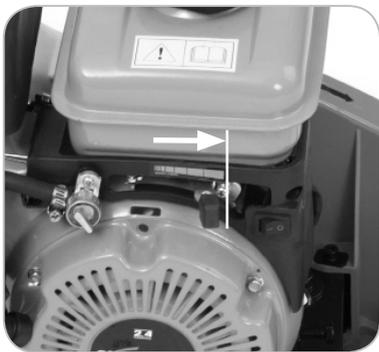

Fig. 7
- Ponga la palanca del regulador en el máximo. **(Fig. 7)**